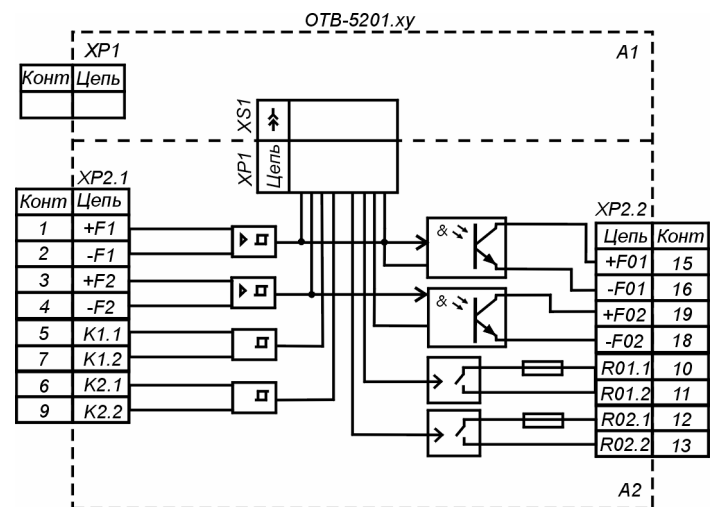

Рис. 5
- число импульсов (N), частота (F) и интервал (T) следования импульсов (входы F1 и F2).
- дискретные сигналы (входы K1 и K2) (рис.5).